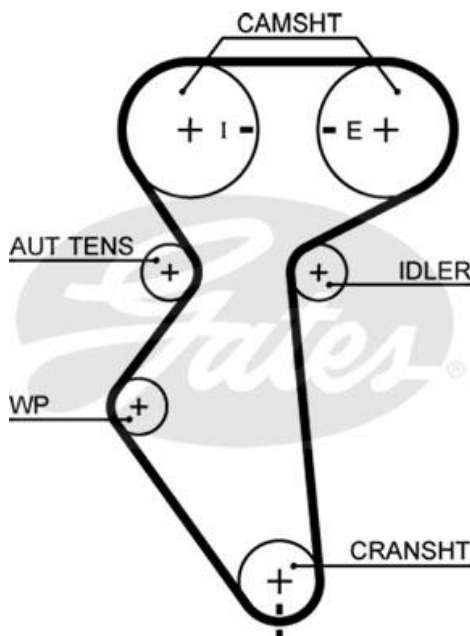

Рис. 1
В основном отказы данного привода возникают из-за того, что при установке не происходит проворачивания водяной помпы (WP), необходимого для обеспечения правильного натяжения ремня. Несмотря на то, что двигатель оборудован автоматическим натяжителем ремня (AUT TENS), его необходимо правильным образом отрегулировать. Для установки привода необходимо задействовать эксцентрическую водяную помпу, расположенную под натяжителем (рис. 1).
2. Установите двигатель в ВМТ: поверните коленвал по часовой стрелке так, чтобы метка синхронизации ГРМ совпала с выемкой внизу задней части кожуха защиты ГРМ, и установите метки синхронизации распредвалов, как показано на рис.1. Заблокируйте распредвалы универсальным блокировочным приспособлением Gates (GAT 4695).